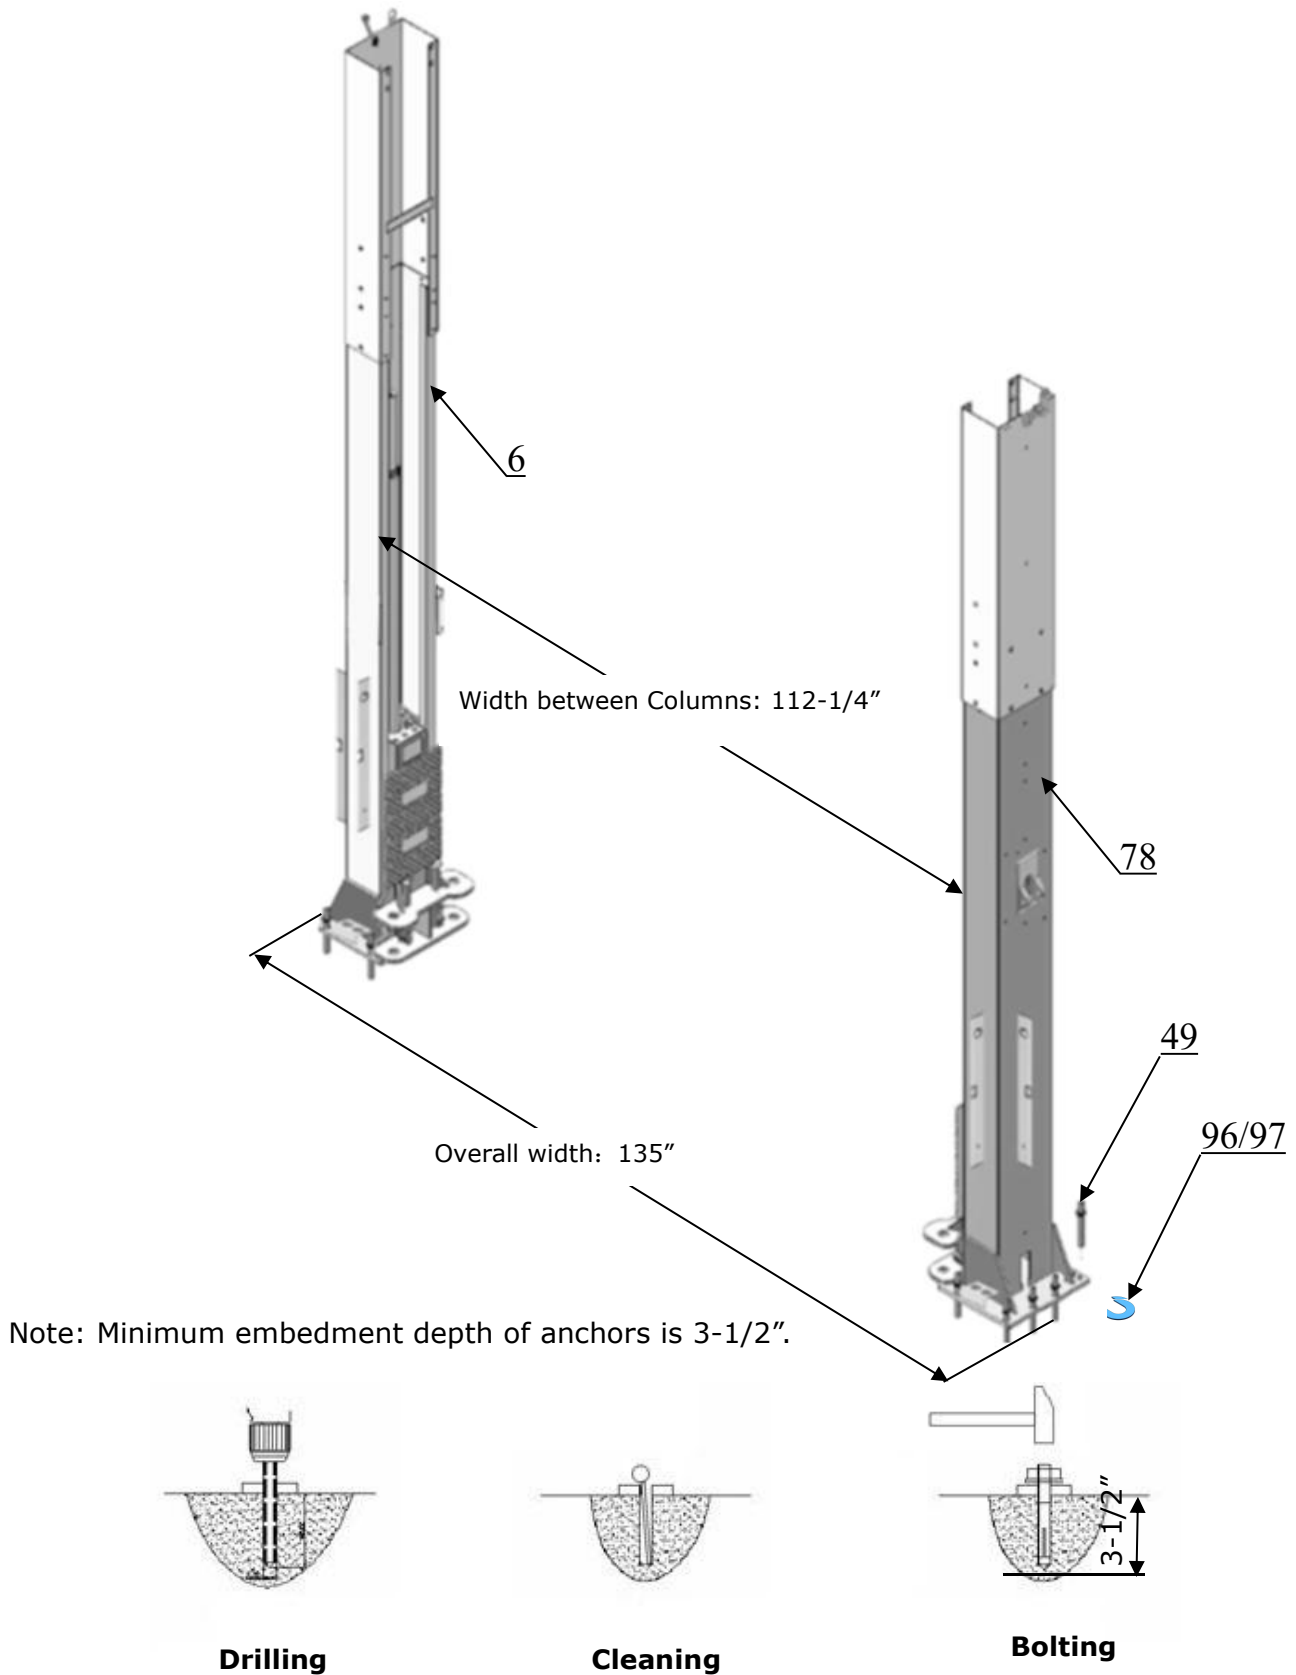

Fig. 18
F. Position columns (See Fig. 18)